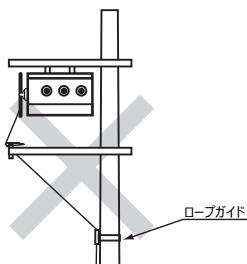

図7
⑤入切操作がスムーズにできない可能性がありますので、操作用ロープがシグザグになる場合は、ロープガイドは使用しないでください。（図7）